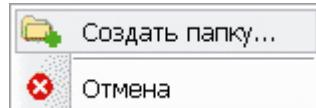

Рис. 24
2. В появившемся контекстном меню выберите пункт **Создать папку** (Рис. 24).